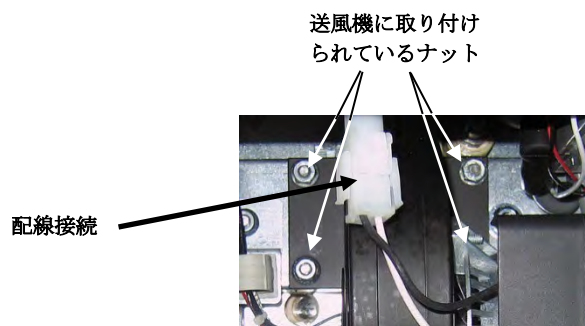

図 8
1. 送風機のワイヤハーネス(図 8 参照)と取付ナットを外してから、送風機をフライヤーから外します。モーターを掃除する場合、手順 2 に進みます。それ以外の場合、交換用送風機を取り付け、ワイヤハーネスを再度取り付けてから手順 6 に進みます。